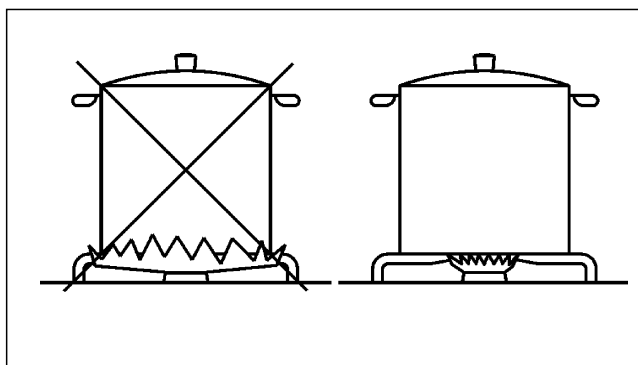

FIG. 2
- utilizati pentru fiecare arzator vase adecvate (vezi tabelul urmator si fig. 2).